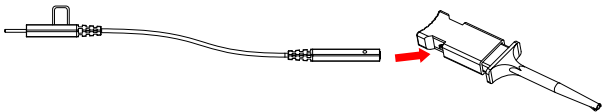

图 2
- ◆ 方法二：在方法一的基础上，将输入端引线与探头测试夹进行连接，然后通过测试夹内的金属钩连接被测信号节点，如图 2 所示。